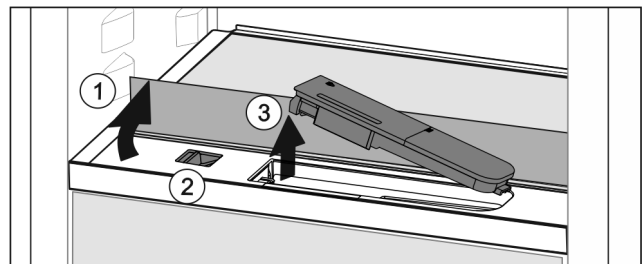

Fig. 127
- ▶ Glasplatte anheben und bis zum Anschlag nach hinten klappen Fig. 127 (1).
- ▶ Schieber Fig. 127 (2) nach links schieben.
- ▶ Wassertank entnehmen Fig. 127 (3).